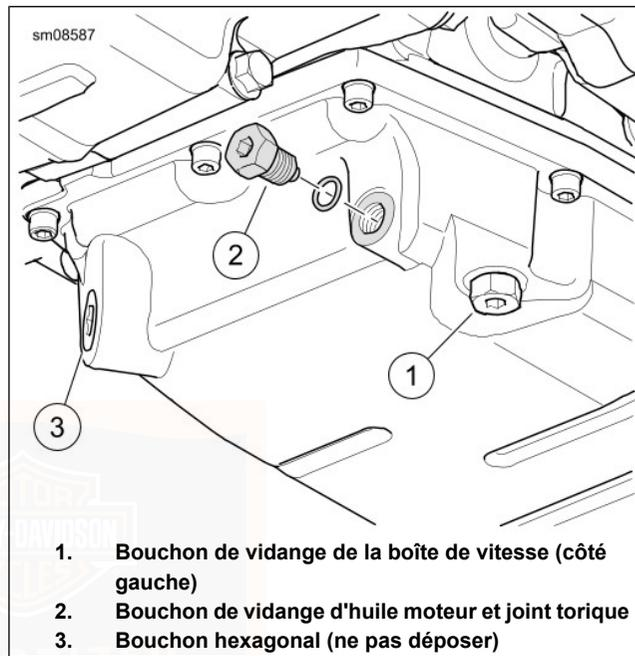

Figure 63. Carter d'huile
3. Voir Figure 63. Retirer le bouchon de vidange d'huile (2) et le joint torique. Laisser l'huile se vidanger complètement.